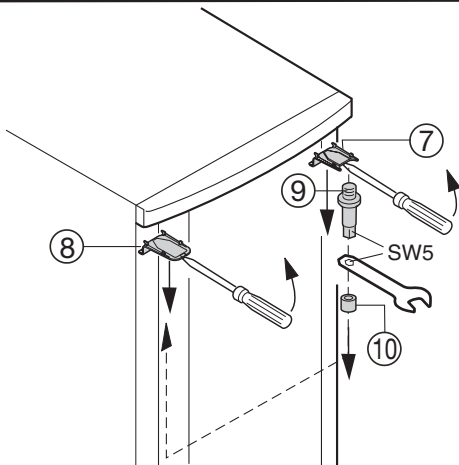

Fig. 2
- Estrarre davanti la copertura in alto in fig. 2 (7) e la copertura in fig. 2 (8) con un cacciavite e rimuoverle trasversalmente verso il basso.
- Svitare il perno cuscinetto in fig. 2 (9) con la rondella distanziale in fig. 2 (10) e avvitare sul lato opposto. Utilizzare allo scopo l'esagono interno della chiave a forcella in dotazione.
- Rimontare la copertura in fig. 2 (7) sul lato del perno cuscinetto: inserire da dietro, fare scattare davanti.
- Montare la copertura in fig. 2 (8) sul lato opposto: dietro inserire, fare scattare davanti.
- Agganciare la porta al perno cuscinetto in fig. 2 (9), facendo attenzione alla rondella distanziale in fig. 2 (10) e chiudere la porta.